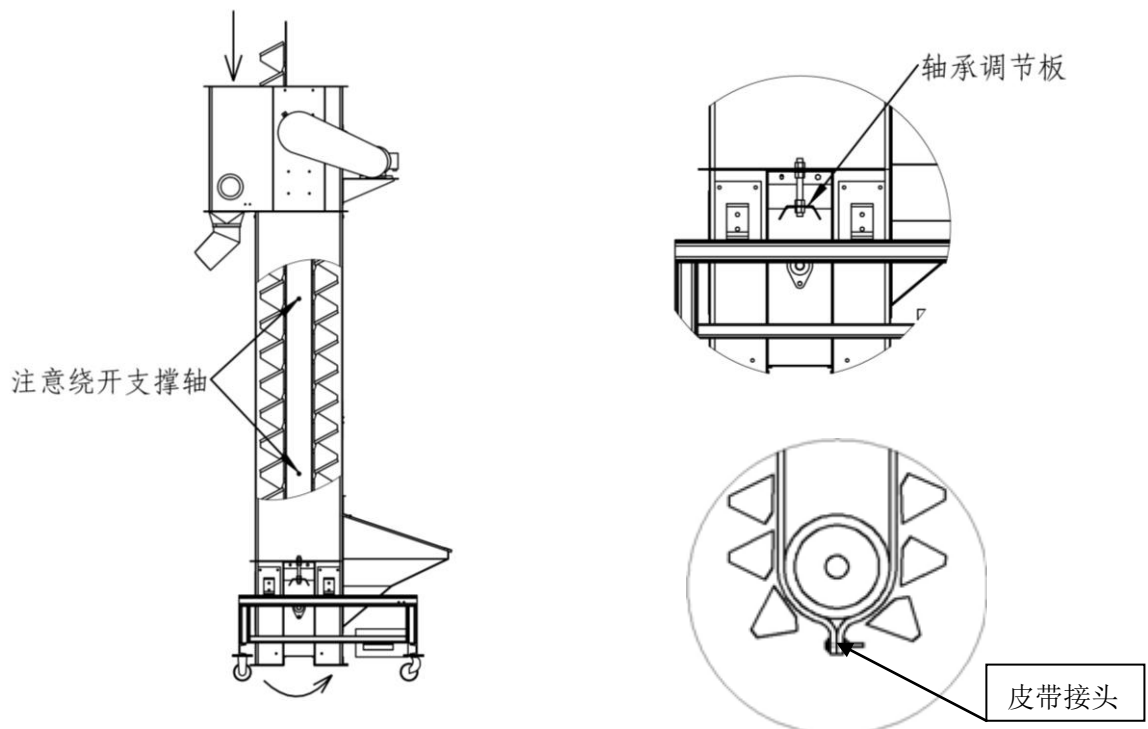

图 4-2
**皮带安装：**提升机皮带可由一段或多段构成，首先将多段皮带连接为一段，接头方式为角接（见图 4-2），注意使畚斗朝向一致。然后将机头顶板与机座插板拆下，使提升机平躺或直立，调节轴承调节板至最高端（见图 4-2），将皮带穿过机筒（见图 4-2），使皮带对接位置留在机头顶，以便于对接操作，将皮带两头按图 4-2 对接。下调轴承调节板，张紧皮带到合适程度。安装机头顶板与机座插板，校正皮带跑偏。